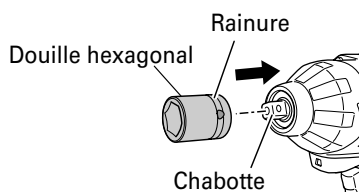

Fig. 6
2. Mise in place d'une douille (Fig. 6, 7-1)
3. Type de bague de retenue (Fig. 6, 7-2)